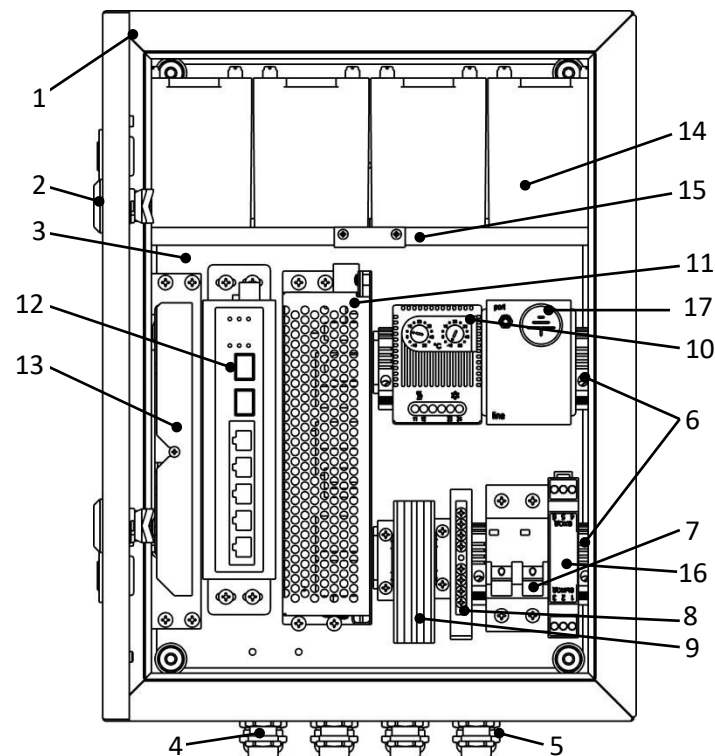

Рисунок 1 – Устройство шкафа
Шкаф представляет собой сварную конструкцию, состоящую из корпуса и дверцы оклеенной уплотнителем, корпус и дверца утеплены изоляцией фольгированным. Внутри корпуса на монтажной панели установлено оборудование (см. раздел 2 и рисунок 1), обеспечивающее бесперебойную работу IP-устройств (до 4шт.) с питанием по PoE, передачу данных по оптическому кабелю, а также обогреватель с термостатом и блоки грозозащиты.
2. Комплектация (см. рисунок 1)